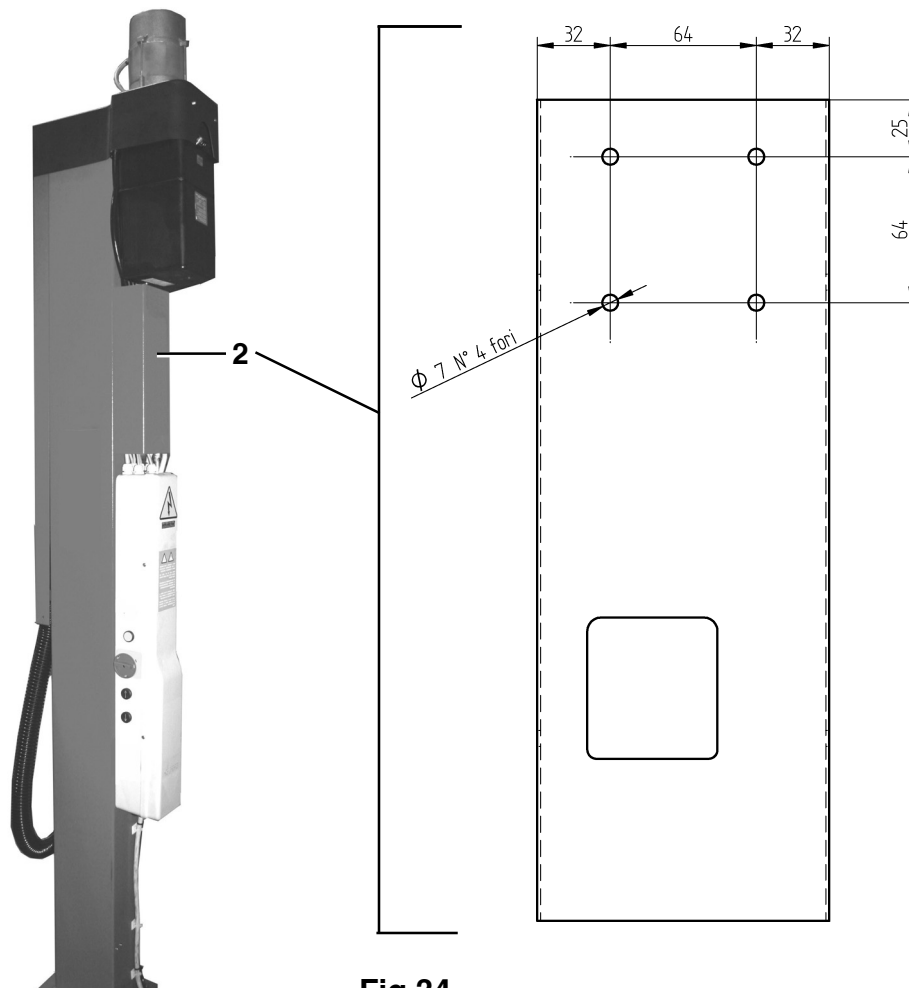

Fig.34
- Forare il carter (2) come indicato in Fig.34.
- Drill guard (2) as indicated in Fig.34.
- Die Bohrungen in der Abdeckung (2) gemäß Abb.34 setzen.
- Percer le carter (2) comme indiqué sur la Fig.34.
- Perforar la protección (2) como se ilustra en la Fig.34.